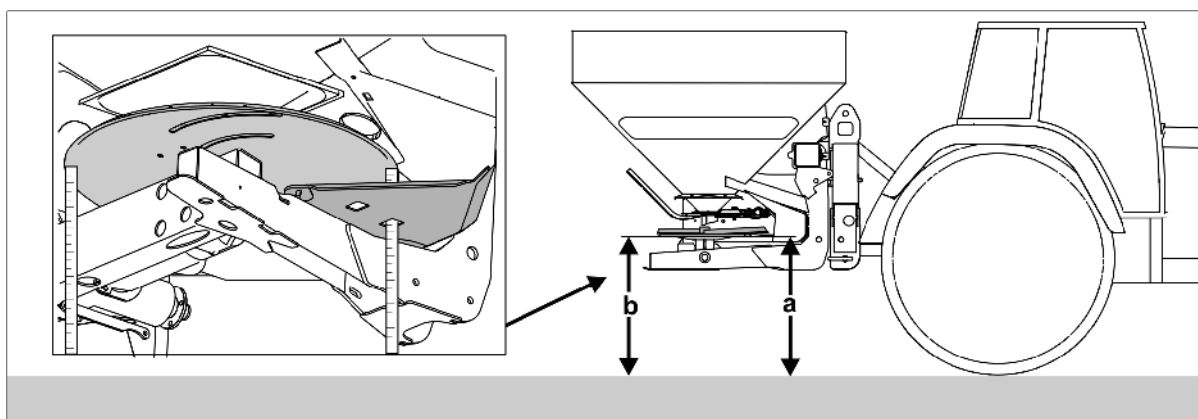

Bild 60
- Menyn arbete: välj automatisk gödselkalibrering (Bild 60 /1).